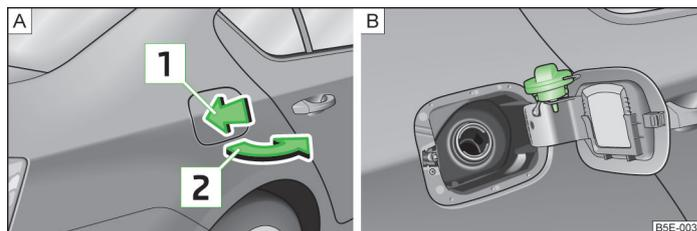

Abb. 178 Tankklappe öffnen / Tankklappe mit aufgeschraubtem Verschluss
Auf der Innenseite der Tankklappe sind die für Ihr Fahrzeug vorgeschriebenen Kraftstoffsorten angegeben » Abb. 178 auf Seite 218 - **B**.
- Auf die Tankklappe in Pfeilrichtung **1** drücken » Abb. 178 - **A**.
- Den Tankverschluss abnehmen und in die Bohrung an der Tankklappe stecken » Abb. 178 - **B**.